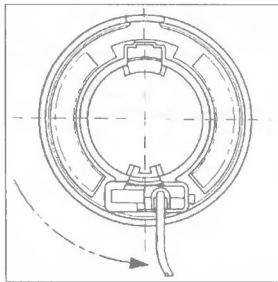

Рис. 7.20
- поверните верхнюю часть поворотного контакта против часовой стрелки. При приближении к крайнему положению, изображенному на рис. 7.20, поворачивать станет труднее (излишних усилий прилагать не следует);